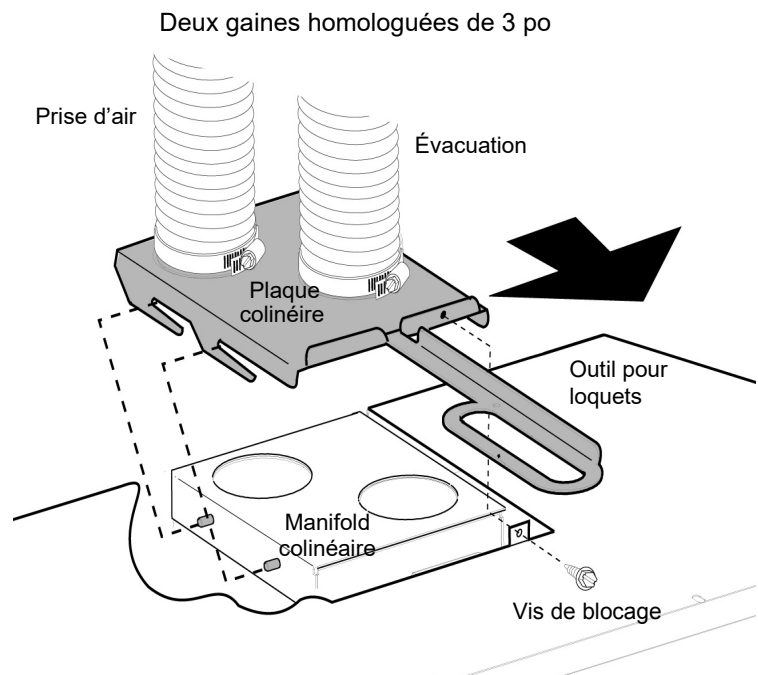

Figure 9.
1. Se reporter à la fig.9. Retirez la vis de verrouillage du panneau adaptateur Vent et détachez le panneau de la chambre de combustion. Conservez la vis pour la réinstallation.